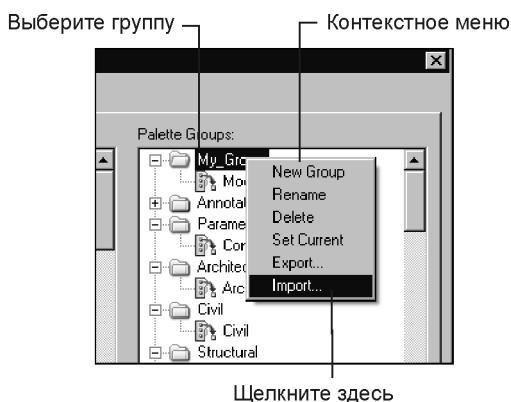

Рис. 2.17. Вызов диалогового окна для настройки импорта группы палитр
2. Перейдите в правое поле этого окна **Palette Groups** (Группы палитр) и щелкните в нем правой кнопкой мыши на имени любой группы из имеющегося списка, а затем выберите из появившегося контекстного меню пункт **Import** (Импорт) (рис. 2.17).